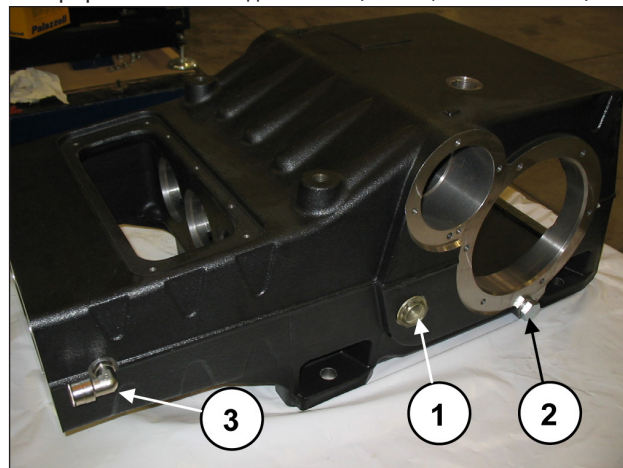

Рис. 48
Установите два индикатора уровня масла, две маслосливные пробки и угловой патрубок 90° с быстроразъемным соединением (поз. ①, ② и ③ Рис. 48).